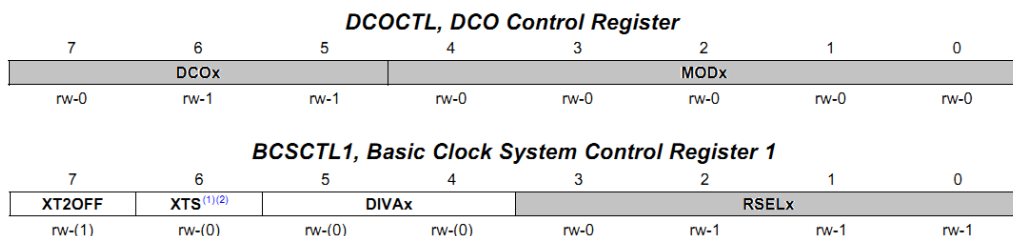

图 22.3 DCO 频率设定寄存器
我们来复习一下 DCO 的设置方法，决定 DCO 的寄存器如图 22.3 灰色部分所示。
- 7) 如图 22.6 所示的出厂校验参数的格式，InfoFlash_Data[]是将已确定的 RSELx、DCOx、MODx 拼接为与出厂校验参数兼容的 16 位数据。拼接方法为 RSELx 左移 8 位，DCOx 左移 5 位，MODx 为最低位，头 4 位默认为 1000。（想不明白的话，可参考图 22.3 DCO 频率设定寄存器）